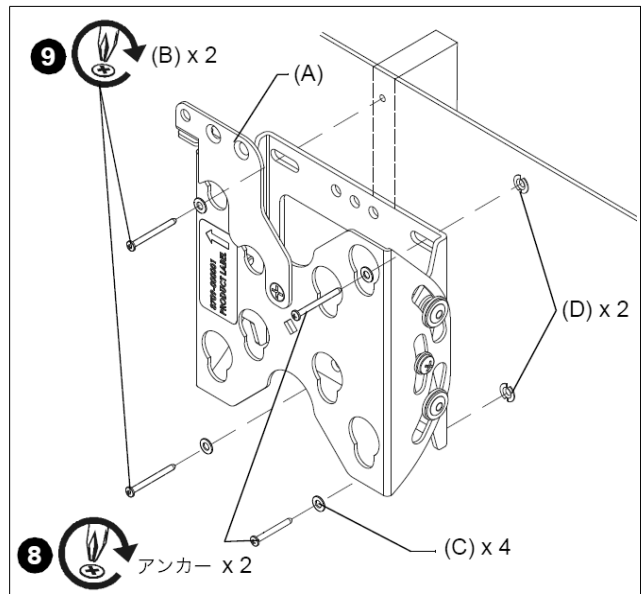

図4
3.図のように、補強さん部分の固定には木ネジを、ボードアンカーをセットした部分にはボードアンカーにとりつけてあったネジで取り付けてください。(図4を参照してください)